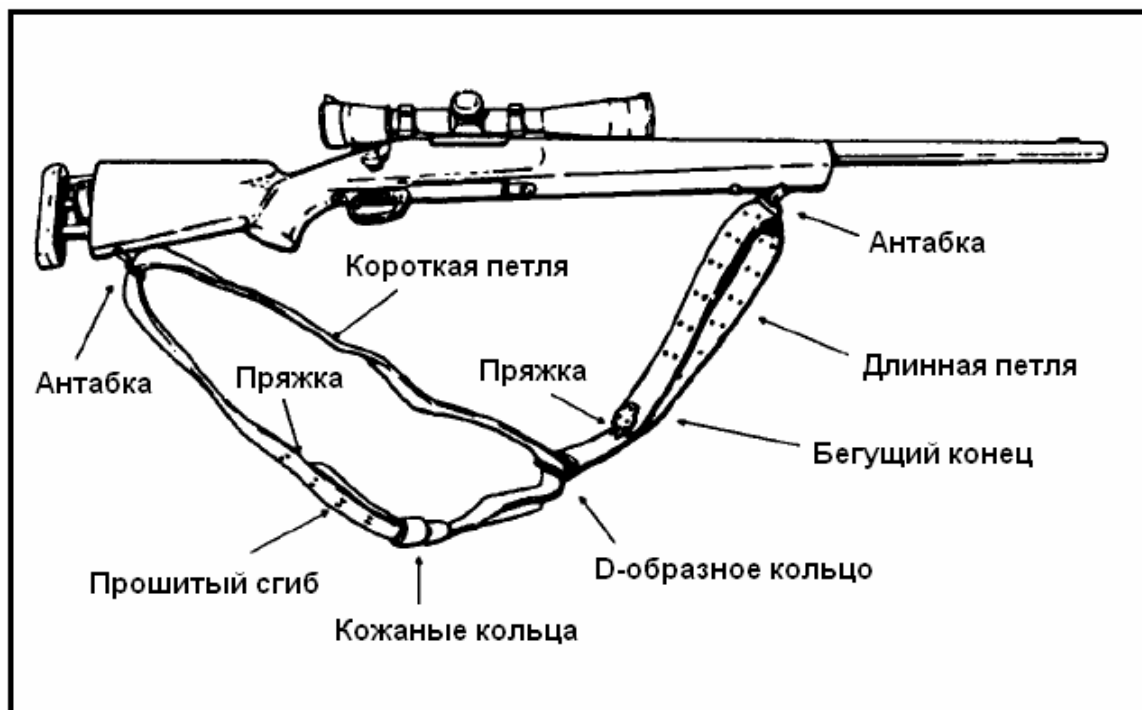

Рис. 2-8. Кожаный ремень.
- (1) Ремень состоит из двух частей, имеющих различную длину, и соединенных D-образным металлическим кольцом (рис. 2-8). Более длинная часть ремня присоеди-